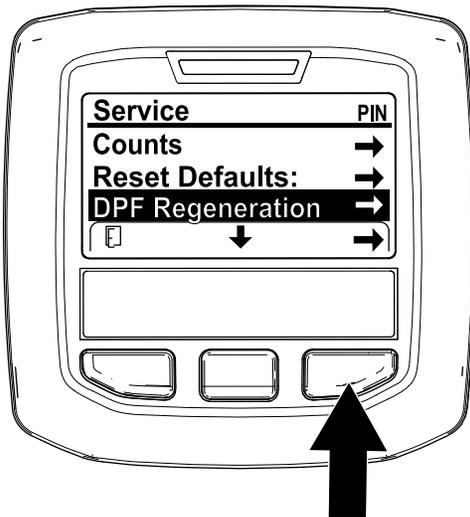

Figura 6
- Accedete al menu Manutenzione (Service) e premete il pulsante centrale per scorrere il menu verso il basso fino all'opzione DPF REGENERATION (Figura 6).
- Premete il pulsante destro per selezionare la voce DPF Regeneration (Figura 6).